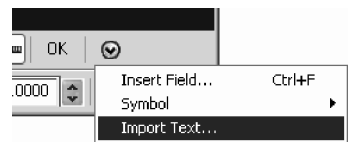

Fig. 6.33 Importarea textului
3. În fereastra **In-place Text Editor**, din meniul **Options** se alege *Import text*, ca în Fig. 6.33. Din fereastra **Select File** se alege un fișier text. Altfel, se poate introduce un text oarecare, prin procedeul *Copy/Paste* sau prin tastare directă.